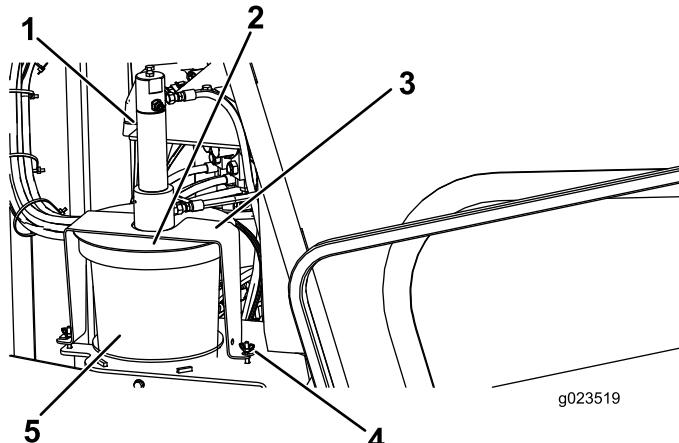

Bild 57
3. Lösen Sie die Flügelmuttern, mit denen die Abdeckungsriemen an der Maschine befestigt sind (Bild 57).
4. Drehen Sie die Abdeckung und ziehen Sie die Abdeckungsriemen von den Befestigungsschrauben (Bild 57).
5. Heben Sie Abdeckung vom leeren Behälter ab (Bild 57).
7. Setzen sie den Kolben in den neuen Behälter und setzen Sie den Deckel auf (Bild 57).
8. Führen Sie die Abdeckungsriemen über die Befestigungsschrauben und drehen Sie die Abdeckung, so, dass die Riemen auf den Schrauben sitzen (Bild 57).